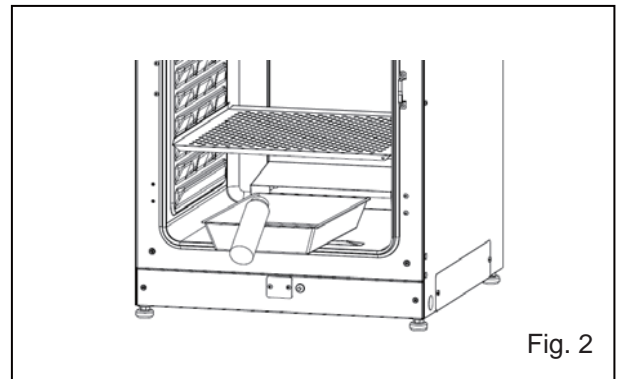

Fig. 2
4. Devuelva la bandeja humidificadora a la cámara y rellénela con agua destilada (aprox. 1,5 l, precalentada a 37 °C) (Fig. 2).